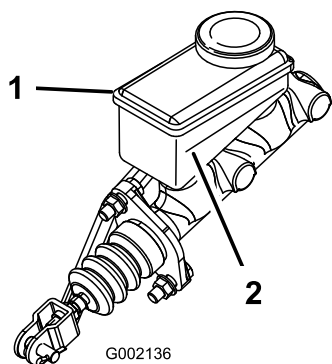

Figura 17
3. Mire el nivel de aceite en el lateral del depósito (Figura 17).
- B. Añada líquido de frenos DOT 3 al depósito hasta que el nivel esté por encima de la línea Mínimo (Figura 17).